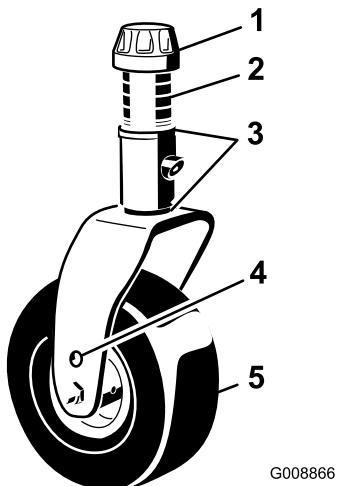
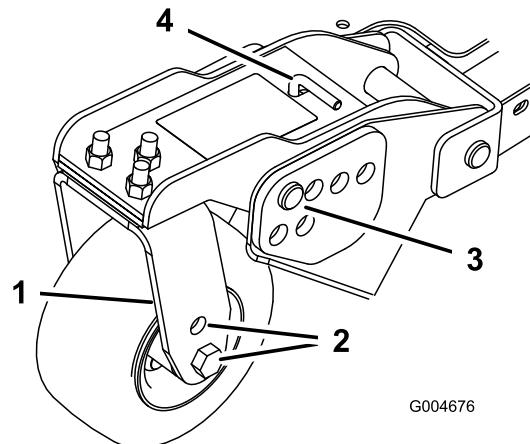
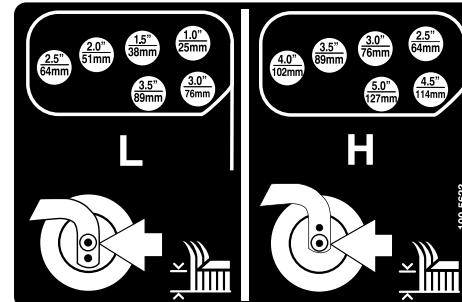

Figure 20
Figure 22
Figure 23
- Placez les essieux des roues pivotantes dans les mêmes trous sur toutes les fourches (Figure 20 et Figure 22). Pour choisir les trous corrects pour la hauteur de coupe requise, reportez-vous au tableau suivant.
- Enlevez le chapeau de tension de l'axe de pivot (Figure 20) et sortez l'axe du bras pivotant. Replacez les 2 cales (3 mm [1/8 po]) sur l'axe de pivot comme
- Enlevez la goupille fendue et les axes de chape des bras pivotant (Figure 22).
- Tournez la tige de tension pour éléver ou abaisser le bras de pivot jusqu'à ce que les trous soient en face de ceux du support de hauteur de coupe sélectionnés dans le bâti du tablier de coupe (Figure 22 et Figure 23).